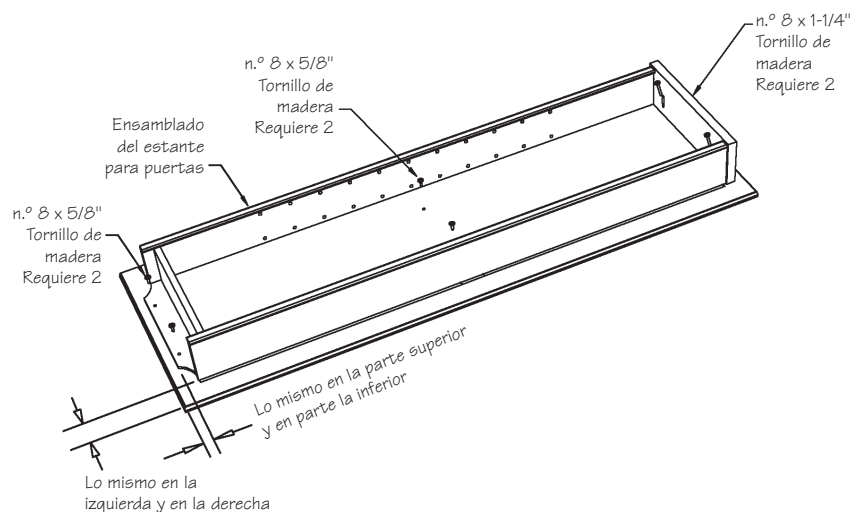

Figura 2
- 2** Coloque el ensamblado del estante para puertas en la parte posterior de la misma. Asegúrese de que el extremo plano del ensamblado del estante para puertas (es decir, la parte superior) esté orientada hacia la parte superior de la puerta. Usando la cinta métrica, centre el ensamblado del estante para puertas de lado a lado y de arriba a abajo en la parte posterior de la puerta. Vea la figura 2.